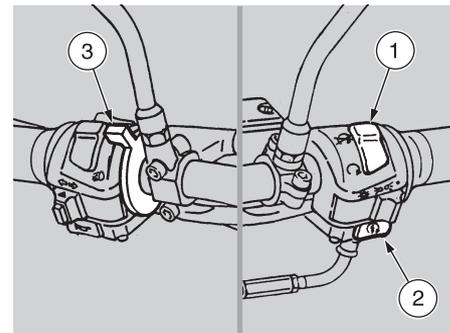
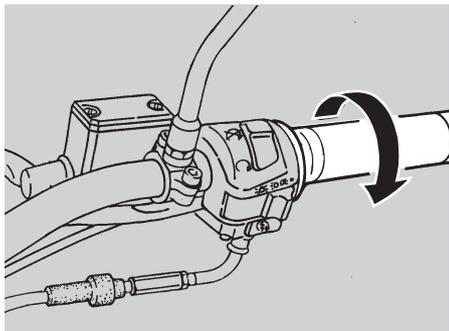

Fig. 23
Fig. 24
- ◆ Mettre l'interrupteur d'arrêt du moteur en position "O" (1-Fig. 23).
- ◆ Appuyer sur le poussoir de démarrage "☉" (2-Fig. 23) sans accélérer, puis le relâcher dès que le moteur a démarré.
- ◆ Si le démarrage s'effectue avec le moteur encore froid, tirer sur le levier "|\|" (3-Fig. 23).
- ◆ Tourner le levier "↖" (3-Fig. 23) complètement en avant.
- ◆ Appuyer sur la touche "⊗" (2-Fig. 23) pendant quelques secondes (en laissant tourner le moteur à vide) avec la poignée de l'accélérateur entièrement tournée (Fig 24).